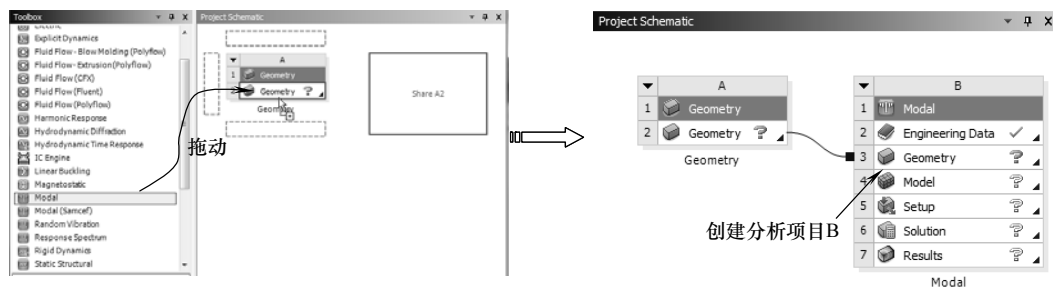

图 6-71 创建分析项目 B
4) 在【Toolbox (工具箱)】中【Analysis Systems】下的【Modal】选项上按住鼠标左键，拖动到【Project Schematic (项目管理区)】分析项目 A 中的 A2 上，当 A2 呈红色高亮显示时，释放鼠标创建分析项目 B，如图 6-71 所示。